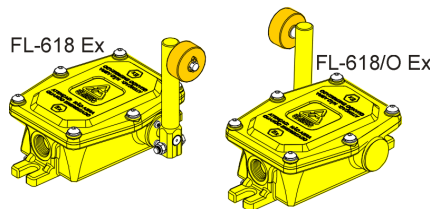

Fig.1 - Posição da alavanca da FL-618 Ex
- A alavanca com roldana pode ser montada à direita do corpo da chave (modelo padrão) ou no lado oposto (à esquerda - opcional /O) fig. 1.